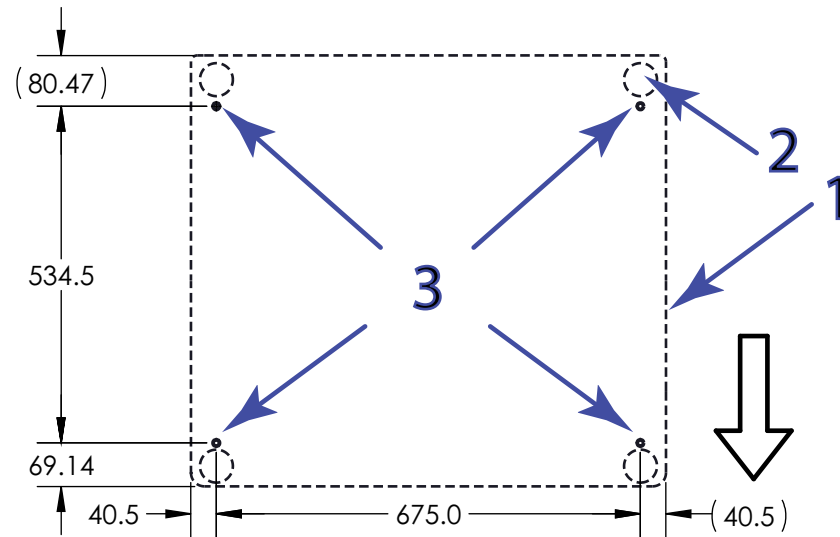

Abbildung 15. Lage der Verankerungspunkte am Rahmen in Standardbreite (Ansicht von oben)
Legende für Abbildung 15 und Abbildung 16
1. Siehe Abbildung 15 auf Seite 71 (oder Abbildung 16 auf Seite 72 bei überbreiten Rahmen) und bohren Sie an den entsprechenden Stellen Löcher in den Tisch, die mit